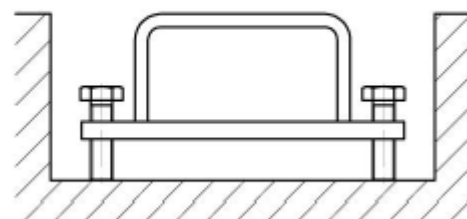

Abb. 8
- Schwere Dammplatten mit Bodenprofil mit Nivelierschrauben ausrichten und fixieren (Abb.8)